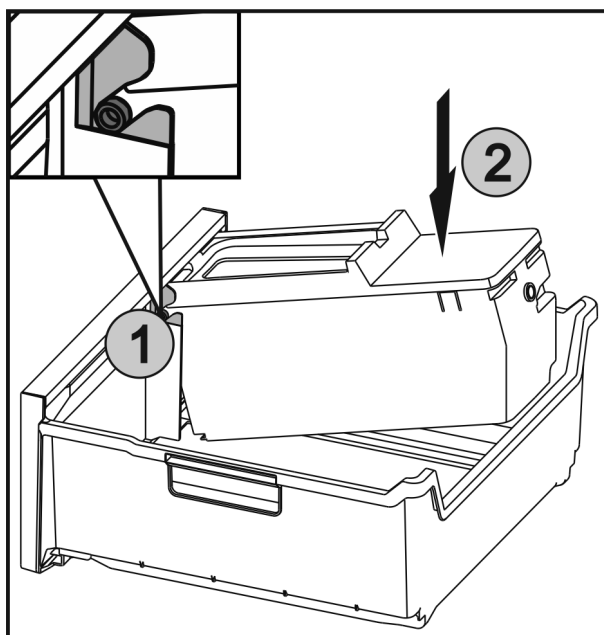

Fig. 70
- ▶ Inserire gli assi Fig. 70 (1) di EasyTwist-Ice nelle guide e premere la parte posteriore Fig. 70 (2) finché la linguetta non si innesta.